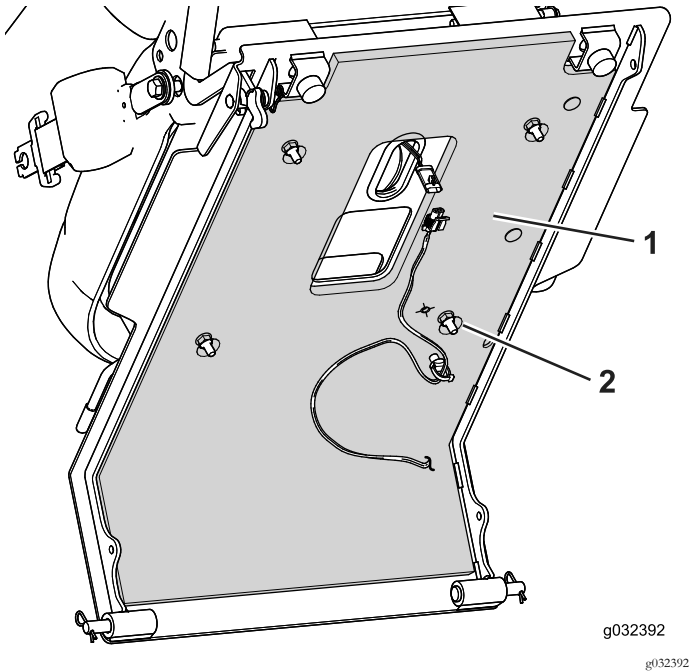

Bild 3
- Entfernen Sie das Trägermaterial und bringen das Wärmeschutzblech an der Unterseite der Sitzplatte an (Bild 3).